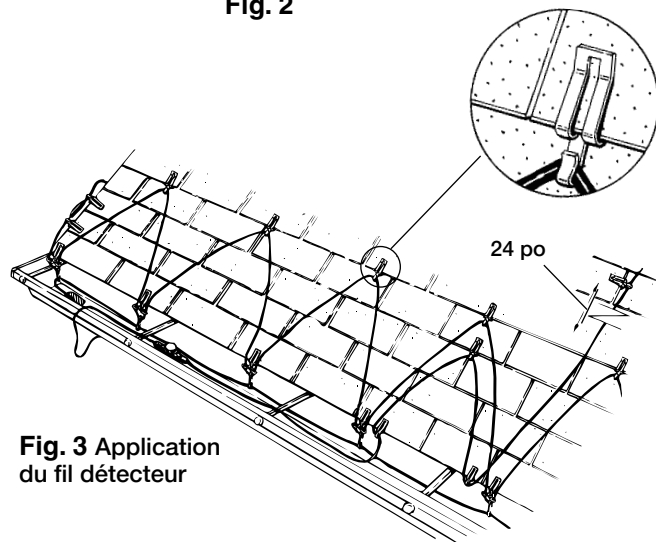

Fig. 3 Application du fil détecteur
2. Étendre le bloc thermostat et le fil détecteur le long du fond de la gouttière à moins de deux pouces du câble de dégivrage de toit. Acheminer le fil détecteur au-dessus d'au moins une sangle de support de gouttière ou le clouer afin de percevoir toute la profondeur de la gouttière, ensuite l'acheminer le long d'une ondulation triangulaire du câble chauffant sur le toit selon le schéma. Au sommet du deuxième triangle, fixer le fil détecteur sur le toit, au moins deux pieds après le filament de chauffage, comme indiqué. Utiliser les pinces fournies pour fixer le fil détecteur sur le toit. Appuyer doucement le bout enduit de la pince autour du fil détecteur. *Voir Fig. 3.*